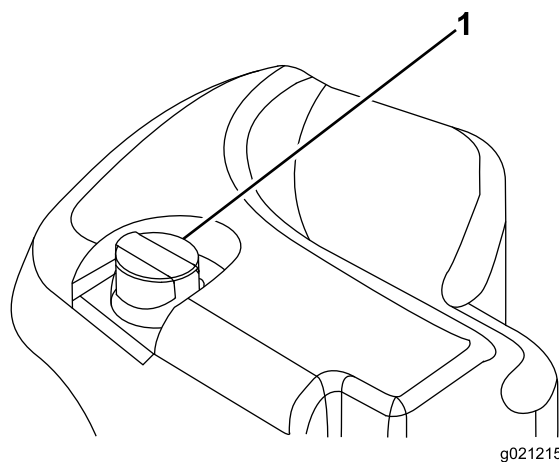

Рисунок 32
2. Очистите зону вокруг заливной горловины и крышки гидравлического бака (*Рисунок 32*).